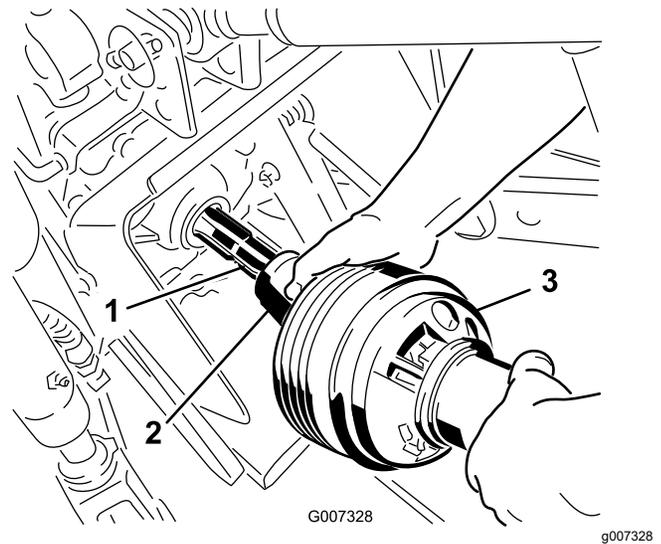

Figura 24
3. Conecte el árbol de TDF al árbol de TDF de la unidad de tracción (Figura 24).